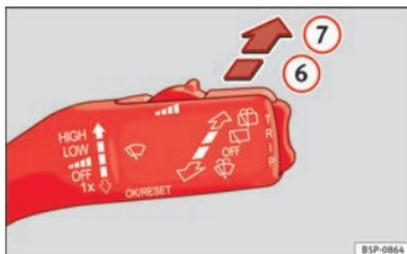

Fig. 71 Leva del tergicristallo: tergilunotto.
– Muovere la leva verso l'alto fino alla posizione (6) » fig. 71. In questo modo il tergilunotto effettua un'escursione ogni 6 secondi circa.
– Spingere la leva in avanti fino in fondo, portandola nella posizione (7) » fig. 71. Il lavalunotto entra subito in azione, mentre il tergilunotto si muove un attimo dopo. Il lavalunotto continuerà ad operare fintanto che si tiene la leva in questa posizione.